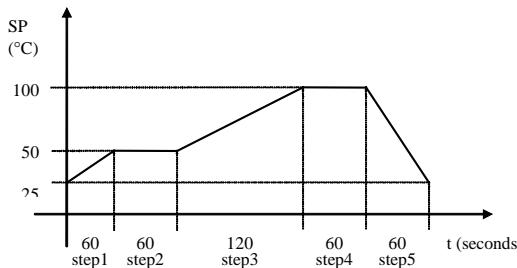

Fig.1 – Curva de Setpoint
2) Os dois arranjos definem o valor de Setpoint (eixo y) em função do tempo (eixo t). Entre dois pontos dados, o Setpoint é calculado por interpolação. Como cada segmento é definido por [START\_VAL]i , [TIME\_DURATION]i e [START\_VAL]i+1 , um modelo com “n” segmentos necessitará **n+1** valores iniciais e **n** tempos de duração. Como exemplo, os dois arranjos definem a curva mostrada na Fig. 1: